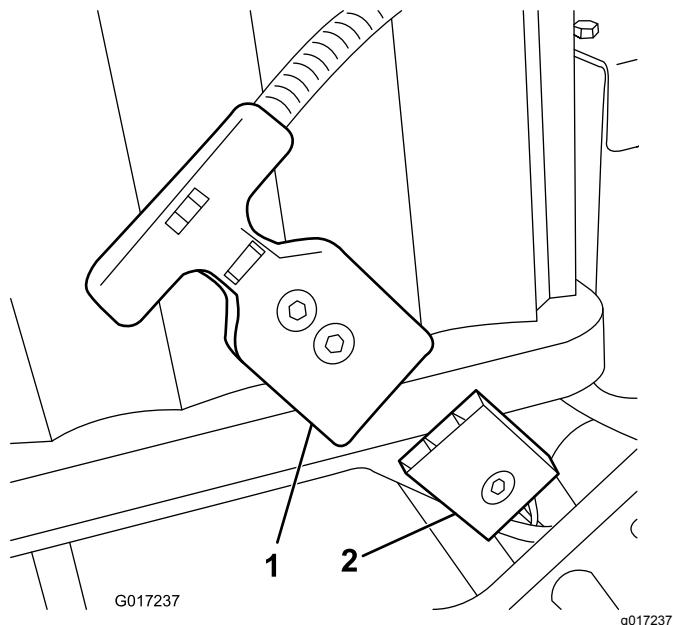

Figura 16
Nota: Se não conseguir combinar o receptáculo da bateria com o tampão da cablagem da máquina enquanto a bateria estiver instalada, pode ligar a cablagem à bateria e, em seguida, instalar a bateria. Retire o conector da alimentação principal (Figura 16) da base da bateria. Instale o conector na bateria como descrito. Instale a bateria na base, encaminhando a cablagem conectada através do orifício adequado e, em seguida, fixe o conector da alimentação principal na base da bateria com os dispositivos de fixação previamente retirados.
- Ligue o conector da pega em T da cablagem principal ao conector de alimentação na base da bateria (Figura 16).